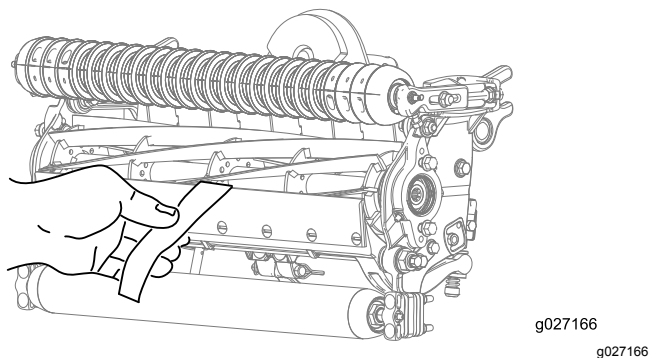

图 11
- 在滚刀与底刀间插入一长条 Toro 剪切性能纸要与底刀垂直检测剪切性能 图 11。